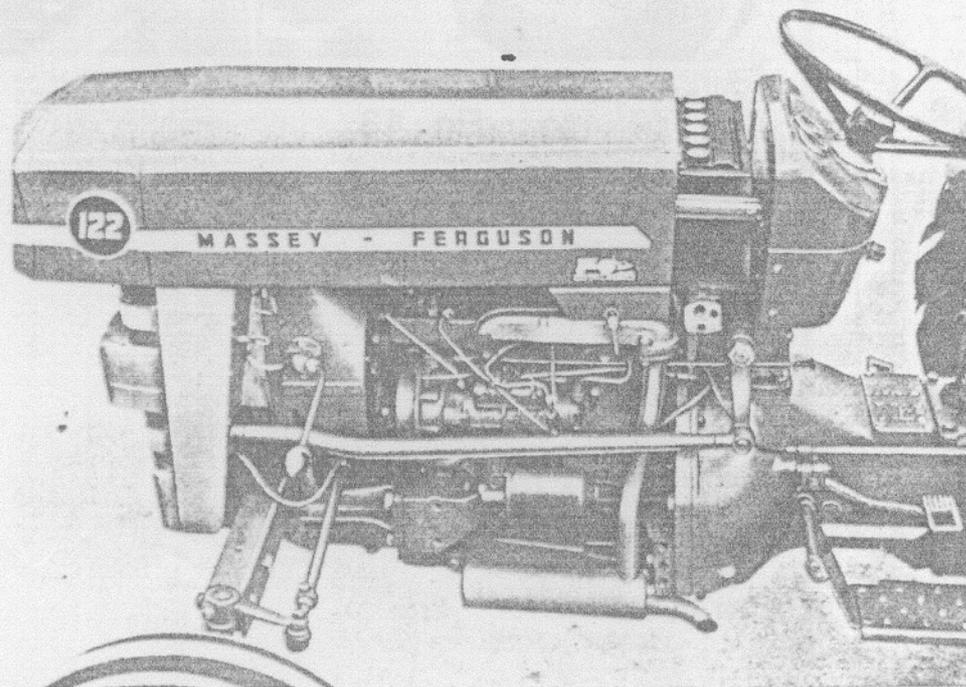

Fig. 12
- De faire coulisser le capot de 15 cm vers l'avant (fig. 12) ;